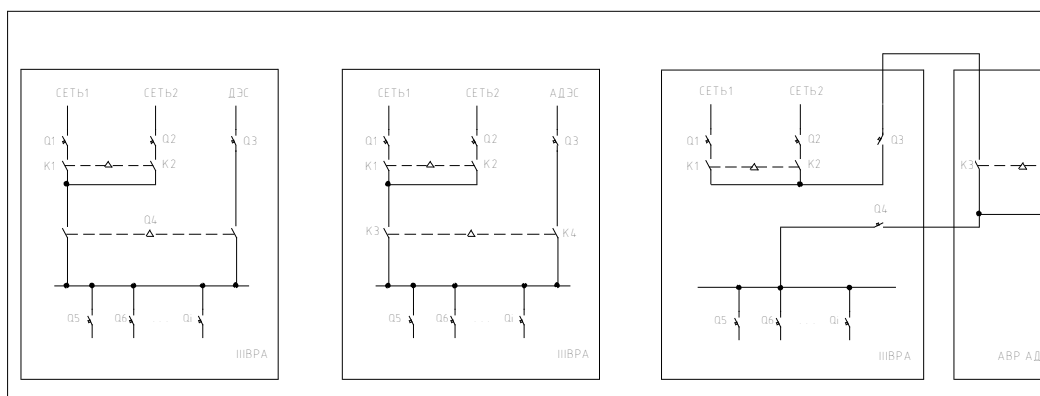

Рисунок 17.5 (а, б, в). Варианты схемы ШВРА 380/In-21П (С)
На рис. 17.5 (а, б, в) представлены различные варианты схемы ШВРА 380/In–21П(С):
- вариант, когда ДЭС подключается к потребителю вручную. Реверсивный рубильник с механической блокировкой Q4 исключает возможность одновременного присутствия напряжения на шинах питания нагрузки (рис.17.5а);
- вариант автоматического подключения автоматизированной ДЭС (АДЭС), для чего предусматривается второй АВР (рис. 17.5б);
- два ввода внешней сети (СЕТЬ1 и СЕТЬ2) подключаются к потребителям через АВР ШВРА и АВР АДЭС. АДЭС подключается к потребителям через собственное устройство АВР (рис. 17.5в);